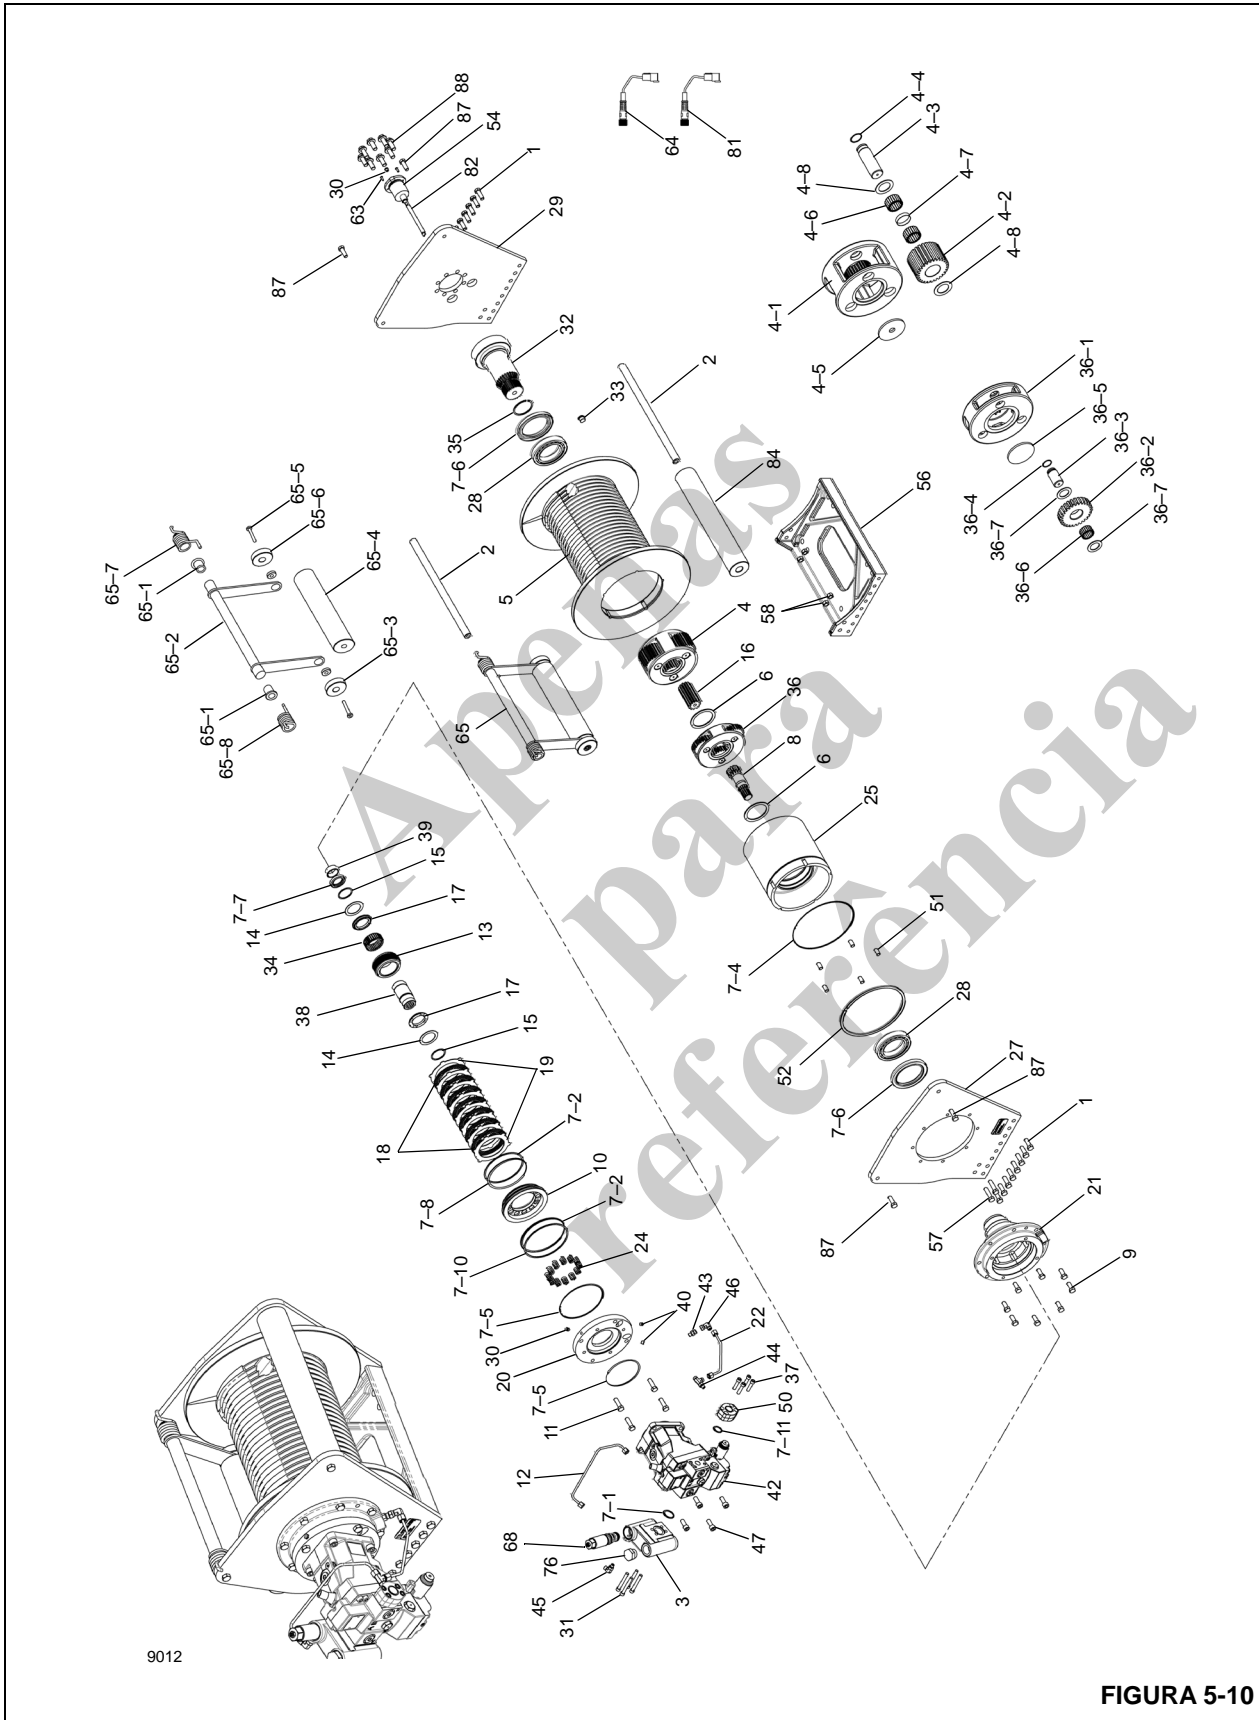

FIGURA 5-10
Consulte a Figura 5-10 e a Lista de peças do guincho na página 5-11 para obter ajuda para desmontar o guincho.
Consulte a Figura 5-10 e a Lista de peças do guincho na página 5-11 para obter ajuda para montar o guincho.
Consulte a Figura 5-10 e a Lista de peças do guincho na página 5-11 para as seguintes etapas de manutenção do freio.
Consulte a Figura 5-10 e a Lista de peças do guincho na página 5-11 para o procedimento a seguir.
2. Remova o bloco de compensação (1) do conjunto do motor (42, Figura 5-10) removendo os quatro parafusos (2).
3. Remova a válvula de compensação (3) do bloco de compensação (1) e inspecione o furo de medição pequeno, localizado na lateral da válvula de cartucho, para verificar se ele não está obstruído. Além disso, inspecione os anéis de vedação para se certificar de que não estejam cortados nem achatados.